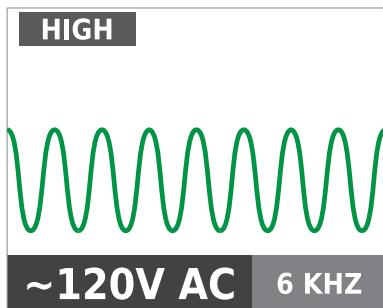

Figure 3.1b
3. Sélectionnez le mode de signal ÉLEVÉ pour la plupart des applications. L'écran apparaît comme indiqué en Figure 3.1b.
3. Sélectionnez le mode de signal **ÉLEVÉ** pour la plupart des applications. L'écran apparaît comme indiqué en Figure 3.1b.